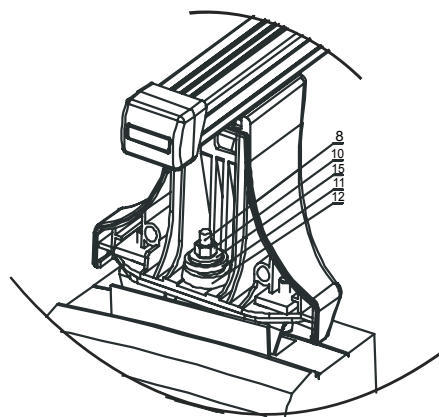

Рис. 6
5.2. Установите багажник на крыше автомобиля так, чтобы кронштейны (поз. 1, 2, 3 и 4) коснулись крыши в штатном месте, а болт (поз. 8) попал в отверстие на опорах (рис. 6).